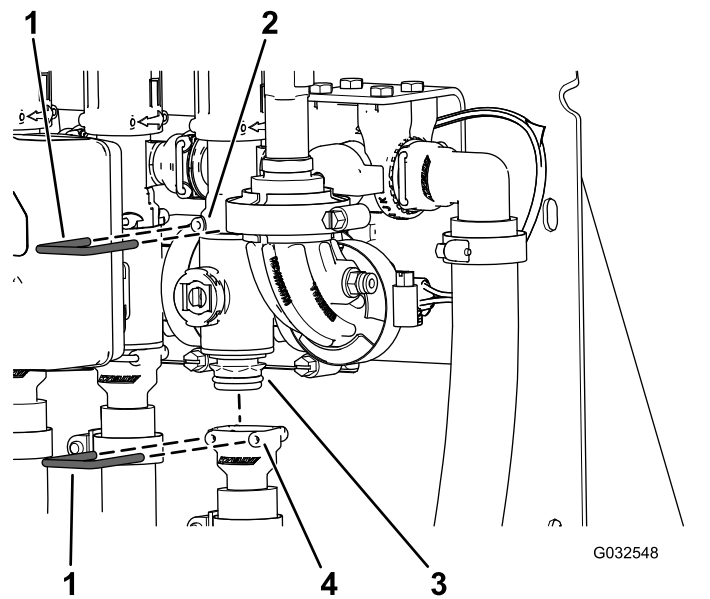

Bild 103
2. Entfernen Sie den Halter, mit dem der Abschnittventilverteiler am Anschlussstück des Sicherheitsventils befestigt ist (Bild 103).